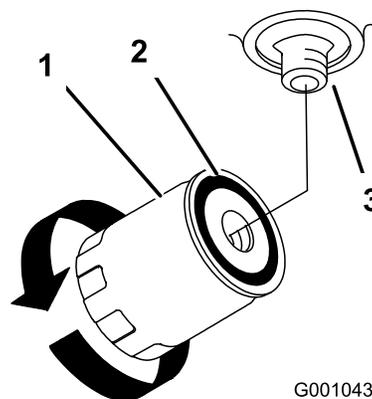

Bild 76
- Entfernen Sie den Altfilter und wischen die Dichtfläche am Anbaustutzen (Bild 76) ab.
- Drehen Sie den Ölfilter nach rechts, bis die Gummidichtung den Anbaustutzen berührt. Ziehen Sie ihn dann um eine weitere 1/2 Umdrehung fester (Bild 76).